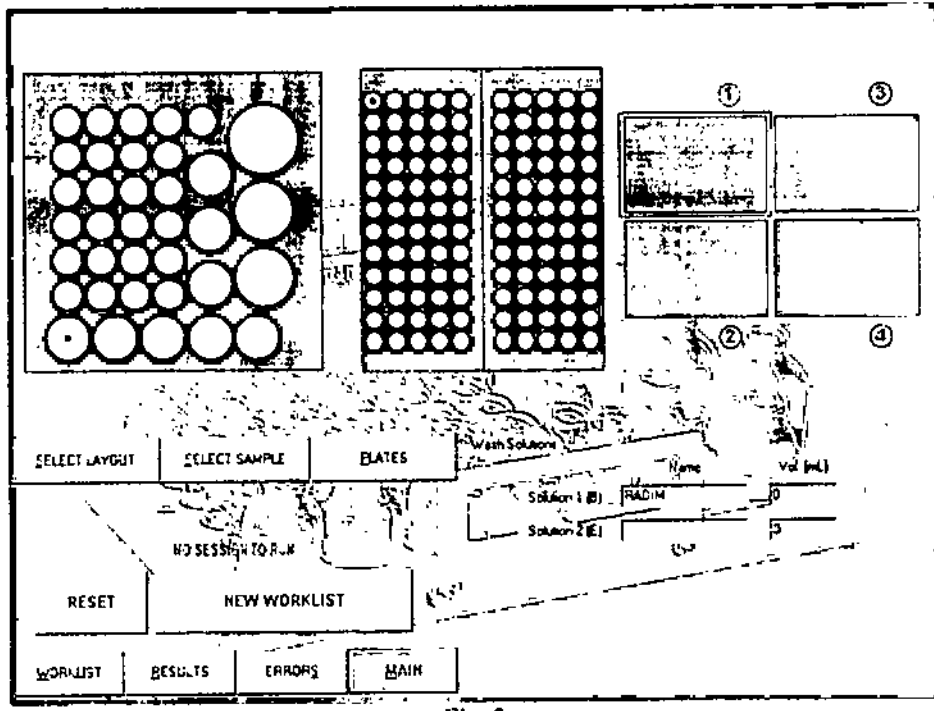

Fig. 5
Luego se visualiza la pantalla de la Fig. 5.
Este es el menú desde el cual el operador configura los parámetros necesarios para comenzar una sesión y visualizarla durante toda su duración (Fig.5).
- > Reset: Sirve para volver la pantalla a su estado inicial (Fig.5).
Seleccionando **New Work List** (fig. 5) se accede a la pantalla siguiente: